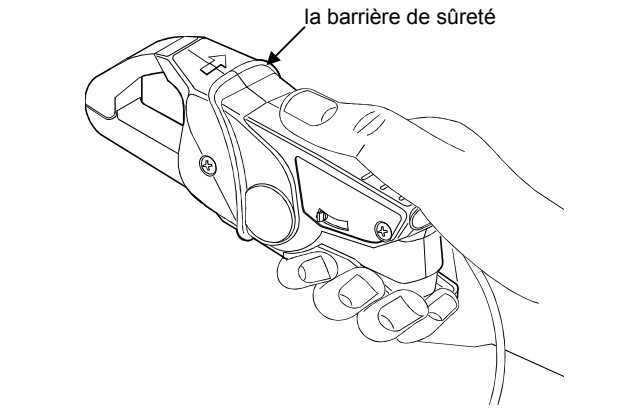

Figure 1. Emploi sûr de la pince de courant
- Tenez les doigts derrière la barrière de sûreté, comme indiqué à la figure 1.